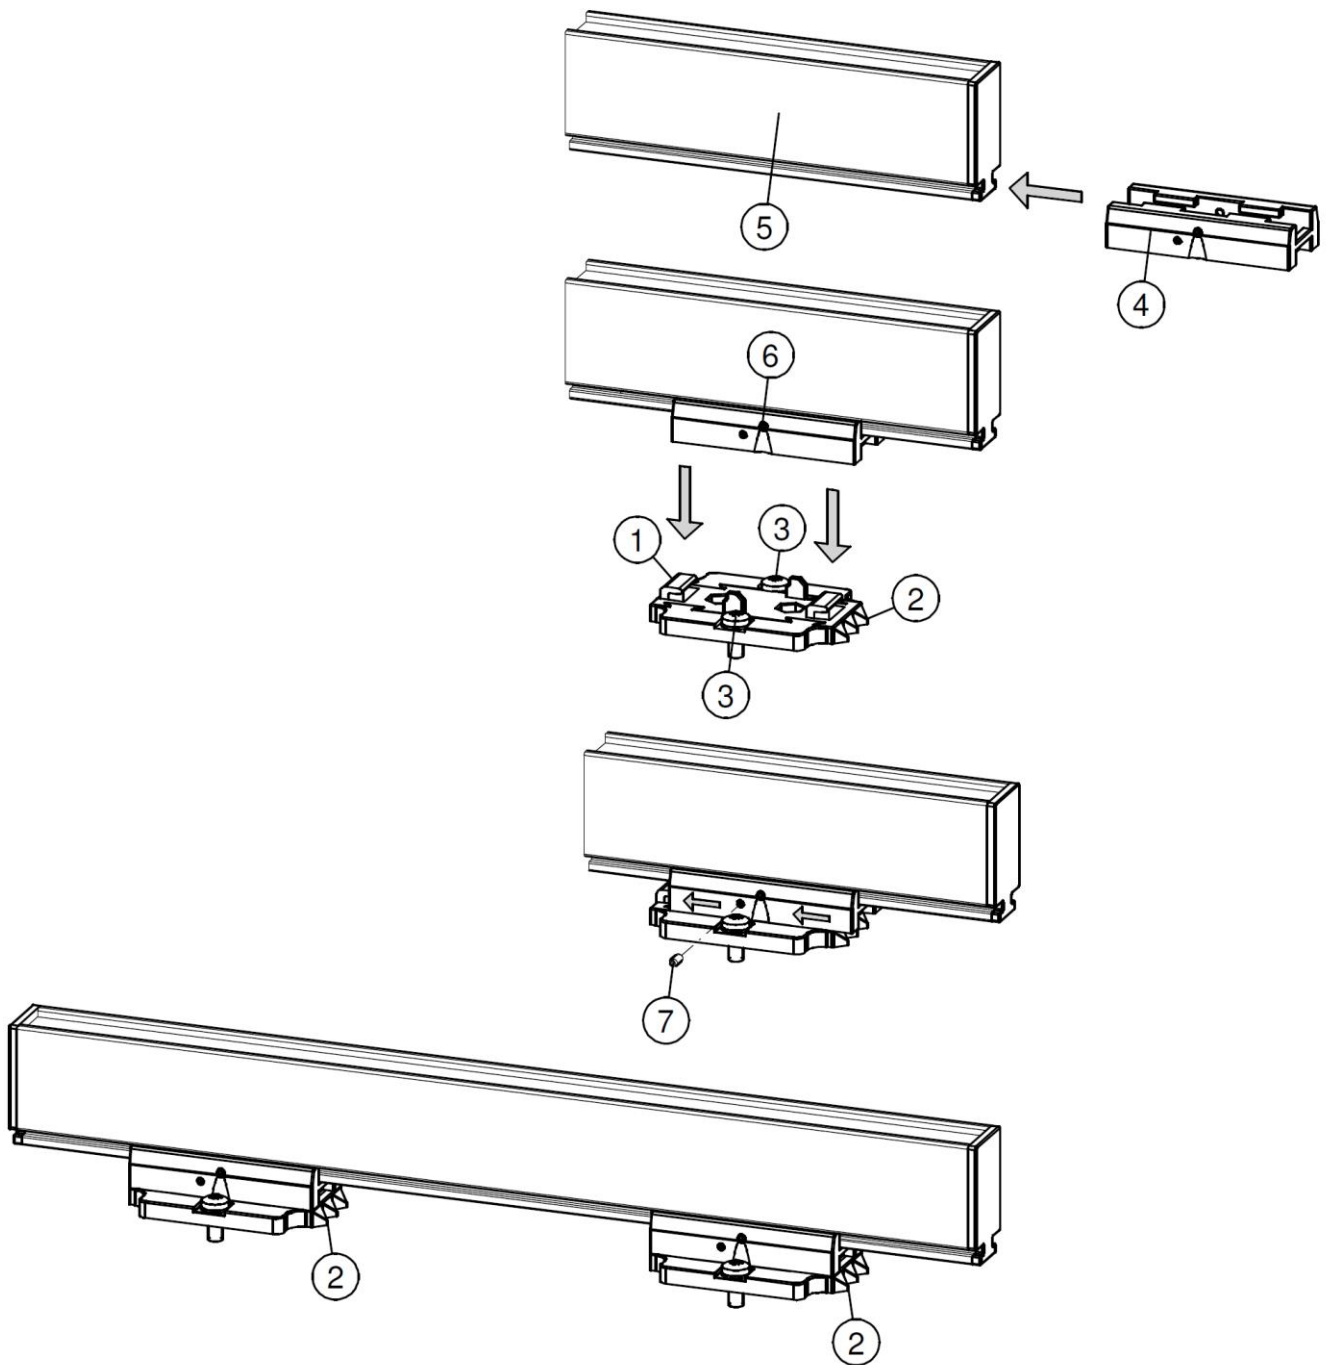

Abbildung 5: Montage des Ionensprühstabs mit Montagebügeln
- Montieren Sie die Montagefüße (1) auf die Maschine, die Dreiecke (2) zeigen in dieselbe Richtung. Verwenden Sie hierfür passendes M5-Montagematerial (3).
- Schieben Sie die Bügel (4) auf den Ionensprühstab (5). Achten Sie auf einen gleichen Abstand zwischen Bügeln (4) und Montagefuß (1) und arretieren Sie den Bügel (2) mit einer Stellschraube (6).
- Arretieren Sie den Ionensprühstab in den Montagefüßen, indem Sie die zwei Stellschrauben (7) in die Bügel drehen. Bei mehr als zwei Bügeln müssen lediglich die zwei äußersten Bügel arretiert werden.
- Schrauben Sie die Stellschrauben (Nr. 6) aus den Halterungen (siehe Abbildung 5).